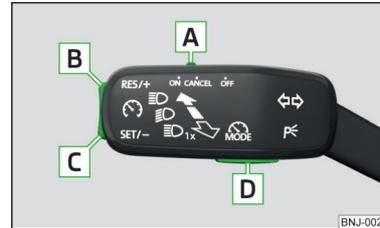

Abb. 205
Übersicht der Bedienungselemente der GRA » Abb. 205
- ▶ Durch das Drücken der Taste **D** » Abb. 205.
- Durch das Drücken der Taste **D**] » Abb. 205 während der Regelung wird diese abgebrochen und es wird der Geschwindigkeitsbegrenzer aktiviert.